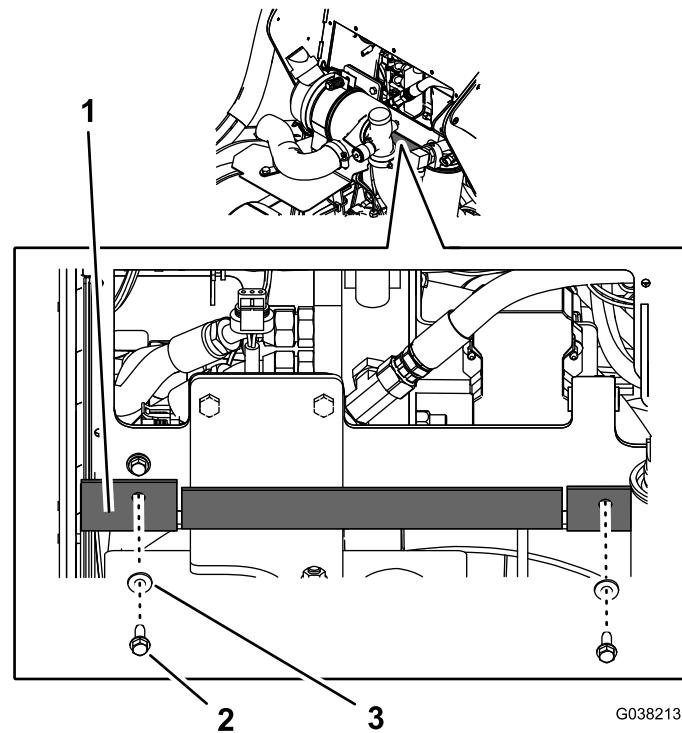

Figura 34
- Alinee los taladros en el deflector de goma (Figura 34) con los taladros en la parte inferior del bastidor del panel de control.